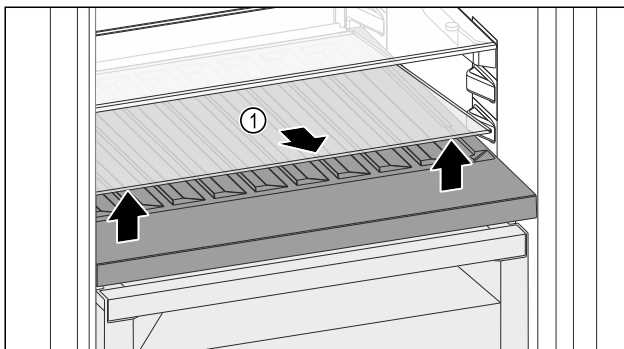

Fig. 188
- Glasplatte Fig. 188 (1) an der Aussparung vorne anheben und herausnehmen.
- Glasplatte Fig. 188 (1) außerhalb des Geräts sicher aufbewahren.
- Glasplatte (2) unter der variablen Flaschenablage einlegen.